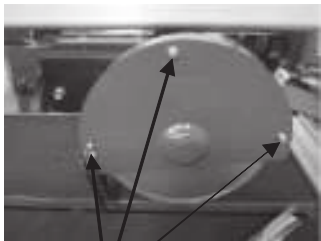

Рис. 4
1. Снимите крышку кожуха алмазного диска, открутив три винта (1) (рис. 4).